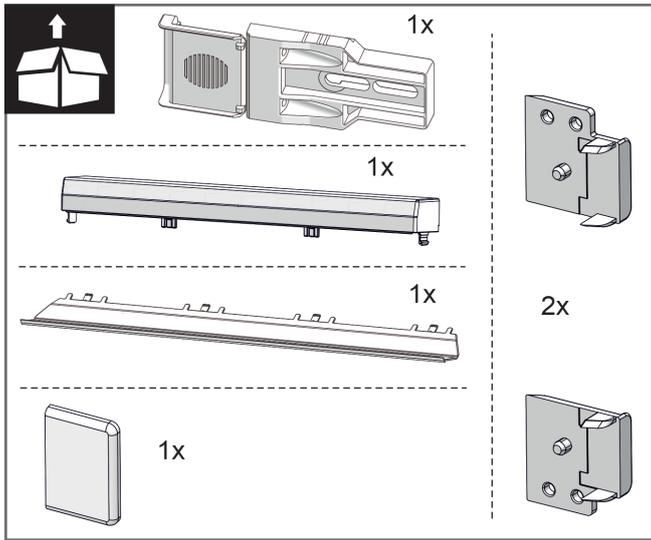
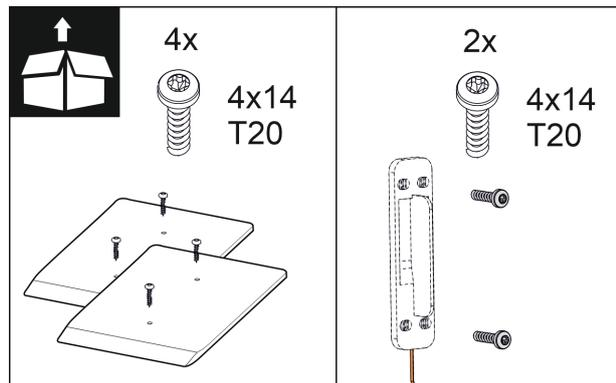

Fig. 11
Fig. 17
2. Contrôler les pièces nécessaires au montage fournies. Fig. 11 () à Fig. 17 ()
Pièces nécessaires au montage fournies Fig. 11 () à Fig. 17 ()